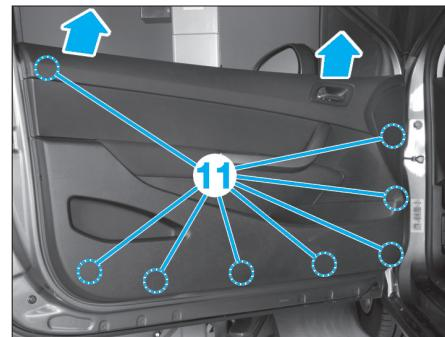

Fig. 54
- A l'aide d'une pince à dégrafer, déposer la garniture de porte avant aux endroits indiqués (11) (Fig.54).